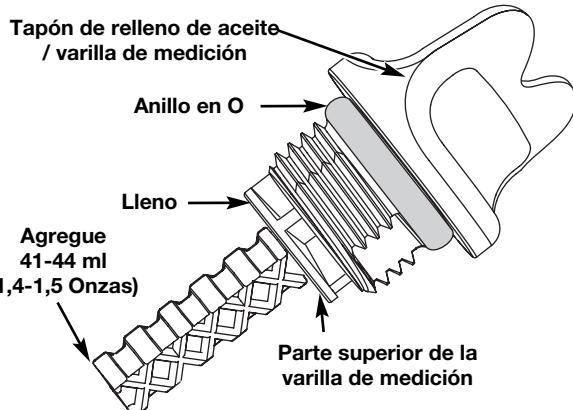

Fig. 19
- Retire el tapón de llenado de aceite / varilla de medición e inspeccione el nivel del aceite. El aceite debe llegar hasta la parte superior de la varilla de medición (Fig. 19).